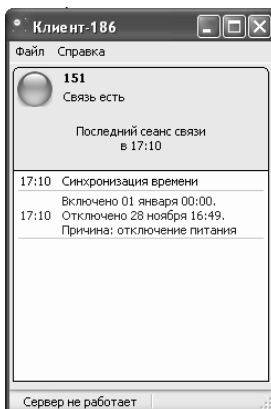

Рисунок 8
2.1 Запустить программу "Клиент для Топаз-186" (файл Client186.exe). Для записи базы данных (далее – БД) в появившемся окне нажать правую кнопку мыши и выбрать "Загрузить всю базу в устройство". Для того чтобы выбрать необходимое устройство, в которое надо загрузить БД, достаточно растянуть окно программы, либо прокрутить колесиком мыши до устройства. Если операция пройдет успешно, то программа выдаст сообщение о количестве карт, загруженных в устройство. Выгрузка информации о наливах и событиях происходит автоматически при наличии связи программы с устройством. (рисунок 8).